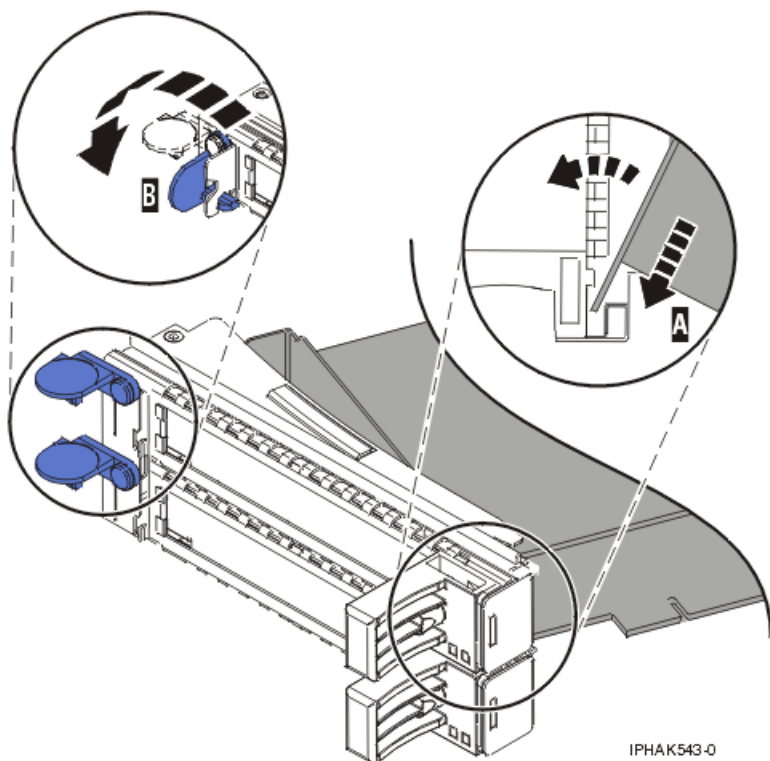
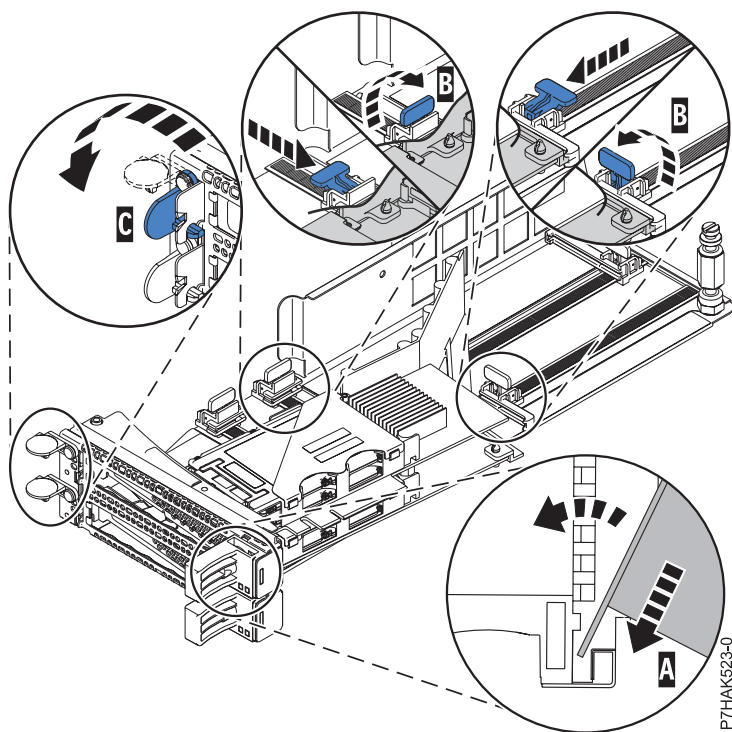

Figura 119. Adaptador substituído na cassete de adaptador PCI
Figura 120. Substituir um adaptador PCIe RAID e SSD SAS numa cassete de adaptador PCI
- a. Com o grampo de contraponto na posição de aberto, insira o adaptador firmemente no canal de fixação do contraponto (A). Caso se trate de um adaptador PCI comum, consulte Figura 119 na página 159. Caso se trate de um adaptador PCIe RAID e SSD SAS, consulte Figura 120 na página 159.
- c. Feche o grampo do contraponto (C).